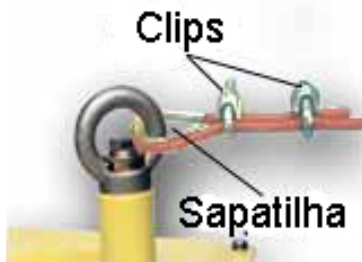

Fig 1 - Fixação do cabo na chave
- O cabo de aço recomendado é o de 1/8" plastificado, preferencialmente na cor vermelha para facilitar sua visualização. A forma de prendê-lo no olhal da chave está indicado na fig. 1.